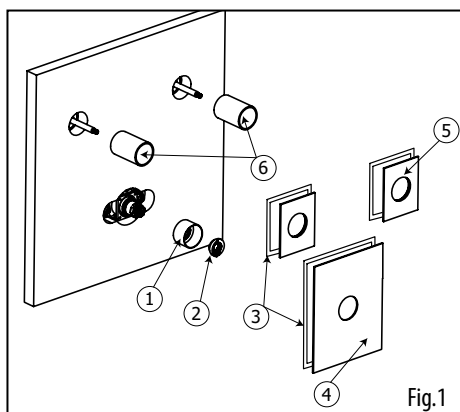
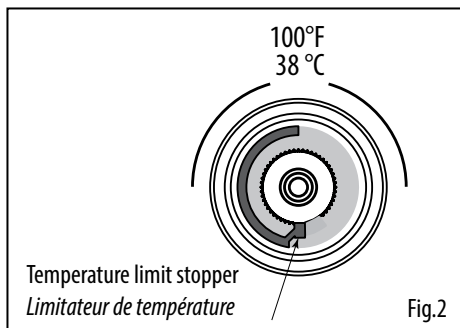

Fig.1
Fig.2
- Once calibration is completed, reinstall the components by reversing the disassembly step as instructed in step #2. Make sure the temperature limit stopper is in a correct position as shown in (Fig.2) in step # 1.
- *Une fois la calibration terminée, remonter toutes les pièces en inversant les étapes du démontage tel qu'illustré à l'étape #2. S'assurer que le limiteur de température soit à la bonne position comme montré au Fig.2 dans l'étape #1.*
Before installing the trims (4 & 5), thread on the cylinders (1 & 6) to the thermo cartridge body and the shut-off valves (Fig.1). Insert and position the temperature limit stopper (2) as illustrated (Fig.2).
Avant d'installer les plaques décoratives (4 & 5), visser les cylindres (1 & 6) autour de la cartouche thermostatique et des valves d'arrêt (Fig.1). Insérer et positionner le limiteur de température (2) à sa position tel qu'illustrée (Fig.2).
- Once calibration is completed, reinstall the components by reversing the disassembly step as instructed in step #2. Make sure the temperature limit stopper is in a correct position as shown in (Fig.2) in step #1.
Before installing the trim (3), thread on the cylinder (1) to shut-off valve as shown (fig.1).
Avant d'installer la plaque décorative (3), visser le cylindre (1) autour de la valve d'arrêt (fig.1) tel qu'illustrée (fig.2).